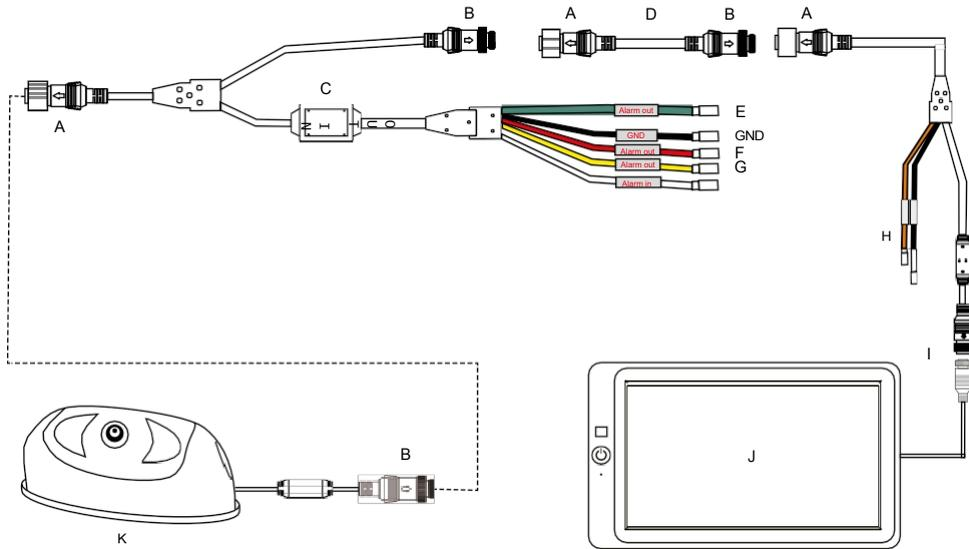

Fig. 4 : Raccordement de l'adaptateur avec 3 sorties d'alarme
- **Adaptateur 4** : Sorties d'alarme pour 3 zones (fig.4)